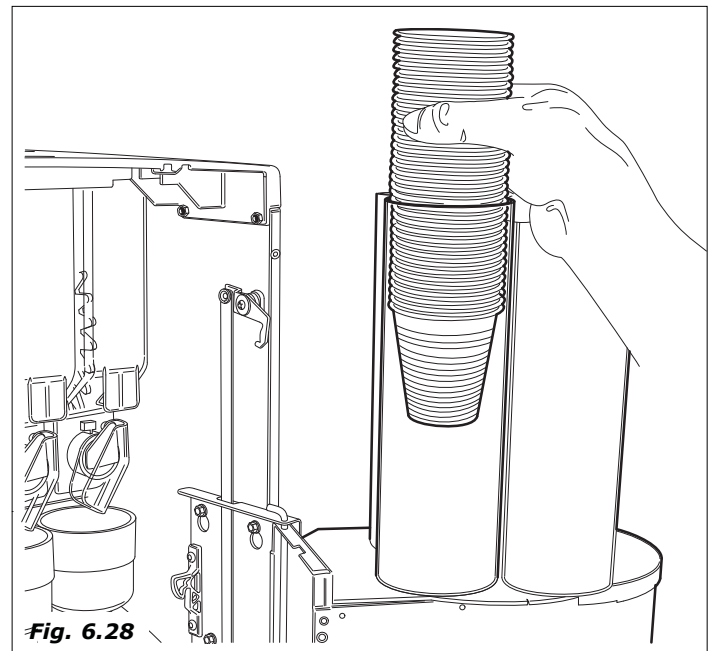

Fig. 6.28
- à ce point charger d'en haut la colonne verres sans la tourner à la main (Fig. 6.28).